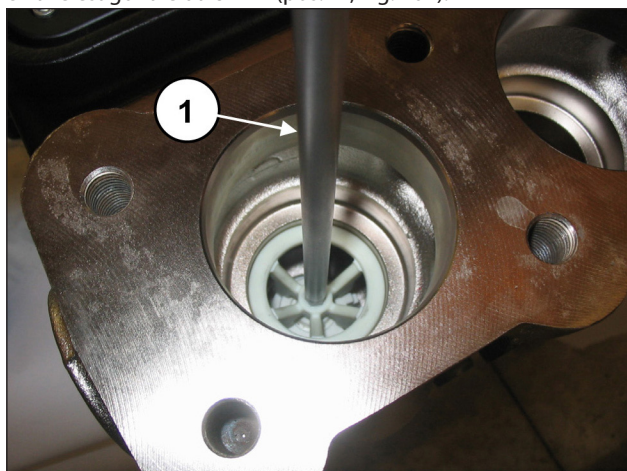

Fig. 104
Estrarre il distanziale guida valvola mediante l'utilizzo di una chiave esagonale da 8 mm (pos. ①, Fig. 104).